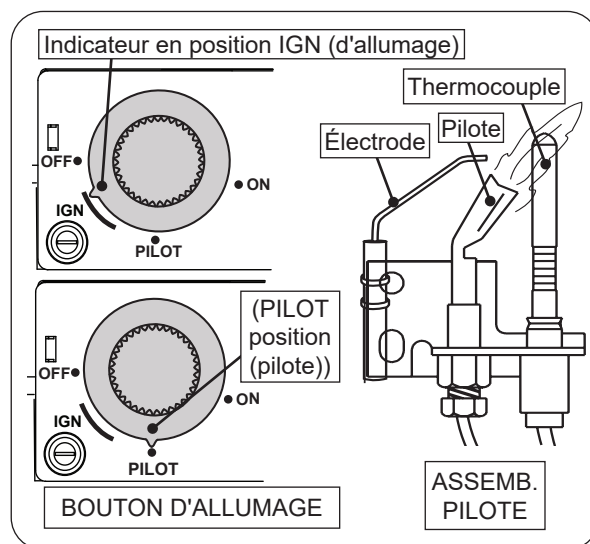

Fig. 58-1 Éclairage pilote
3. Localisez l'assemblage de la veilleuse sur le côté ou à l'arrière du bac du brûleur (voir Fig. 58-1).
5. Tout en maintenant le bouton enfoncé, tournez le bouton de commande dans le sens antihoraire vers **PILOT** (pilote) jusqu'à ce que vous entendiez un clic (l'allumeur piézo-électrique s'activera et allumera la veilleuse). Continuez à maintenir le bouton enfoncé pendant environ une (1) minute après l'allumage de la veilleuse. Relâchez le bouton et il ressortira. La veilleuse restera allumée. Voir la Fig. 58-1. S'il s'éteint, répétez les étapes 2 à 5.